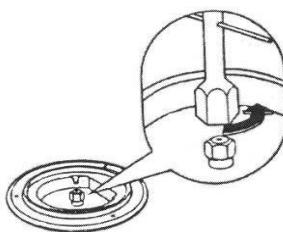

Рис. 6. Замена сопла горелки верхнего стола спомощью ключа 7 мм.
- Используя торцевой трубчатый ключ размером 7 мм заменить сопла согласно Табл.2(Рис. 6).